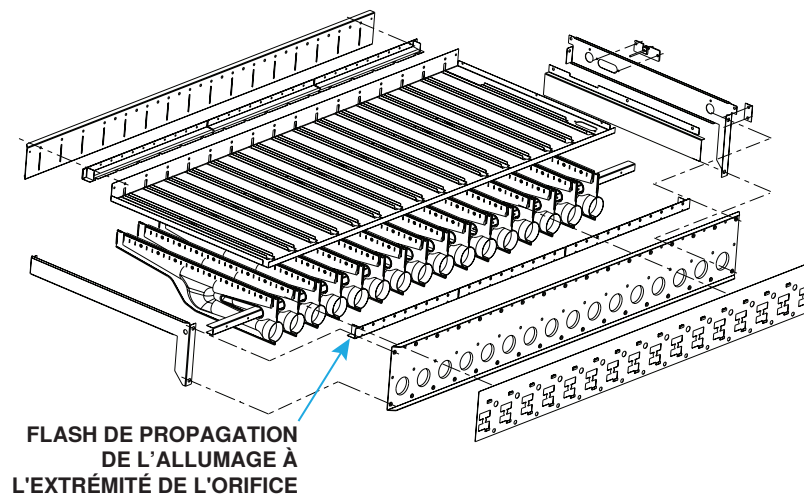

Figure 3. Enlevez le flash de propagation de l'allumage
- b. Pour les unités en cours de conversion au propane, installez un ensemble de propagation de l'allumage régulé (PN 100712) en utilisant l'orifice de propagation de l'allumage de gaz naturel d'origine. Retirez le report de flash (voir Figure 3) de l'extrémité de l'orifice du support du brûleur—ne retirez pas le flash de propagation de l'allumage de l'autre extrémité du support du brûleur—et installez le bouclier gouttes et le tube de propagation de l'allumage.